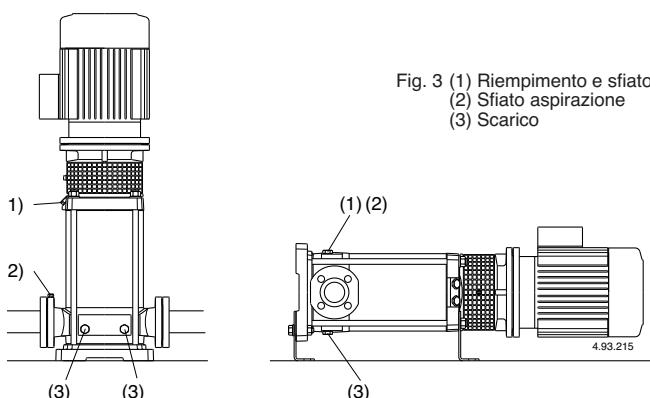

Fig. 3 (1) Riempimento e sfato
Con la **pompa sopra il livello dell'acqua** da sollevare (funzionamento in aspirazione, **fig. 2A**) o con un battente insufficiente (inferiore a 1 m) per aprire la valvola di non ritorno, riempire il tubo aspirante e la pompa attraverso l'apposito foro (1) (**fig. 3**).
Con il **livello dell'acqua in aspirazione sopra la pompa** (funzionamento sotto battente, **fig. 2B**) riempire la pompa aprendo lentamente e completamente la saracinesca nel tubo di arrivo, tenendo aperta la saracinesca in mandata ed i fori di sfato (1), (2) (**fig. 3**) per fare uscire l'aria.
Chiudere i fori di sfato (1), (2) (**fig. 3**).
Se si verifica una perdita di adescamento (interruzione del flusso di mandata, nonostante le saracinesche siano aperte) o se si nota una oscillazione della pressione indicata dal manometro, ripetere lo sfato del lato aspirazione (2), verificare che tutte le giunzioni del tubo aspirante siano a perfetta tenuta e serrare il tappo di sfato (2) ed i tappi di scarico (3) sul lato aspirazione (fig. 3).
Possibilmente, come nel caso di impieghi temporanei con liquidi di sporchi, fare funzionare brevemente la pompa con acqua pulita per rimuovere i depositi. Oppure, dopo lo svuotamento, eseguire un lavaggio immettendo acqua pulita (almeno 40 litri) nel foro di riempimento (1) lato mandata e lasciandola uscire dal foro di scarico (3) lato aspirazione (fig. 3).
Quando la pompa rimane inattiva deve essere svuotata completamente se esiste il pericolo di gelo. Togliere entrambi i tappi (14.12), (pos. 3, fig. 3).
Prima dello smontaggio chiudere le saracinesche in aspirazione e mandata e svuotare il corpo pompa (fig. 3).